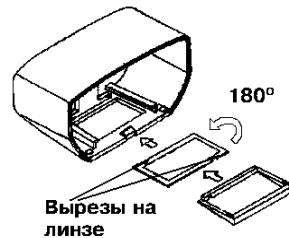

Рис.5
- (**внимание!**) выдвинуть линзу, повернуть ее на  $180^{\circ}$  (рис.5), установить в крышку так, чтобы одинарный вырез был направлен внутрь корпуса, гладкая сторона линзы должна быть направлена наружу;